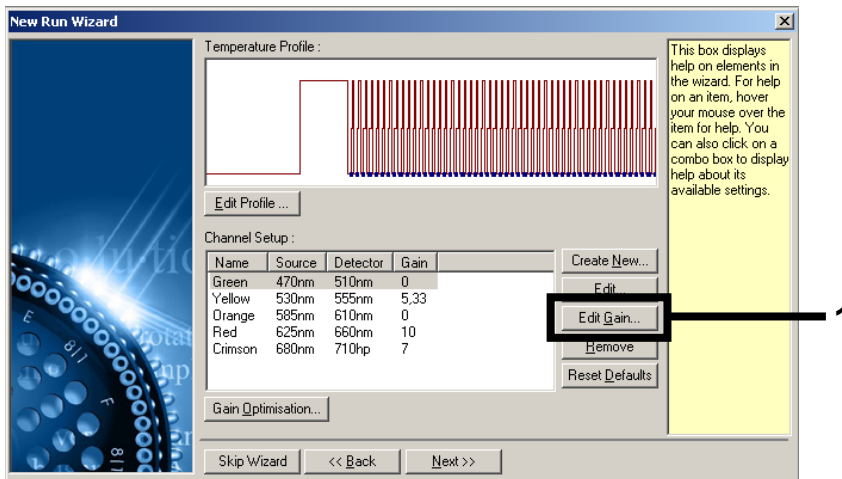

Abbildung 5. Manuelles Bearbeiten der Verstärkungswerte.
6. Klicken Sie auf **Edit Gain** (Verstärkung bearbeiten) (siehe Abbildung 5), um die Verstärkungswerte manuell zu bearbeiten.